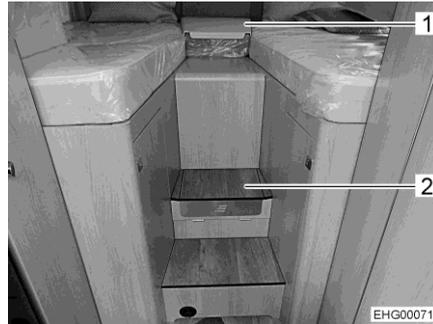

Bild 80 Kurze Ablage (am Kopfende)
- Kurze Ablage (Bild 80,1) entfernen.
- Klappe (Bild 82,1 und Bild 80,2) öffnen.